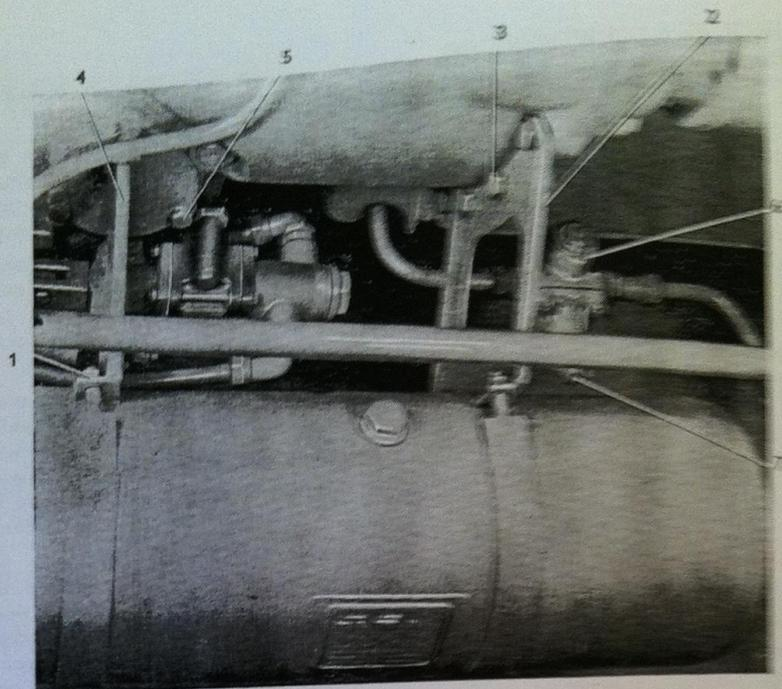

Fig. 142
2. Dévisser les deux écrous M 10 (fig. 142/1) des boulons serrant les sangles du réservoir, virer les sangles de 90° et déposer le réservoir d'air.
est situé sur le côté droit du tracteur sur deux pattes d'attache. La patte d'attache avant (fig. 142/2) est assujettie à la bride du boîtier de direction à l'aide de trois vis de serrage (fig. 142/3). La patte d'attache arrière (fig. 142/4) est assujettie dans l'orifice du couvercle latérale de la boîte de vitesses par trois vis M 10x12 (fig. 142/5).
2. Mettre le compresseur en marche et attendre jusqu'à ce que le contrôleur accuse 6 atmosphères. A ce moment, le régulateur de pression doit laisser échapper dans l'atmosphère par le clapet de décharge (fig. 142/6) l'excédant de l'air comprimé.
resserrage ou desserrage de la vis (fig. 142/7) qui est freinée par son écrou.